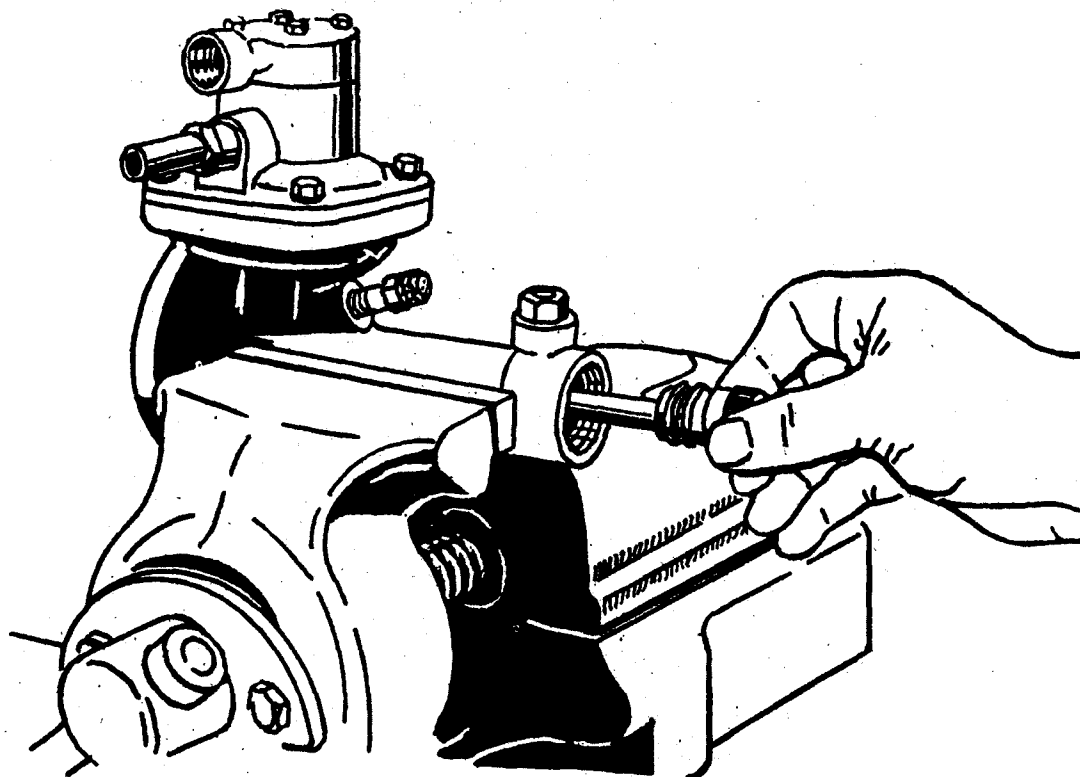
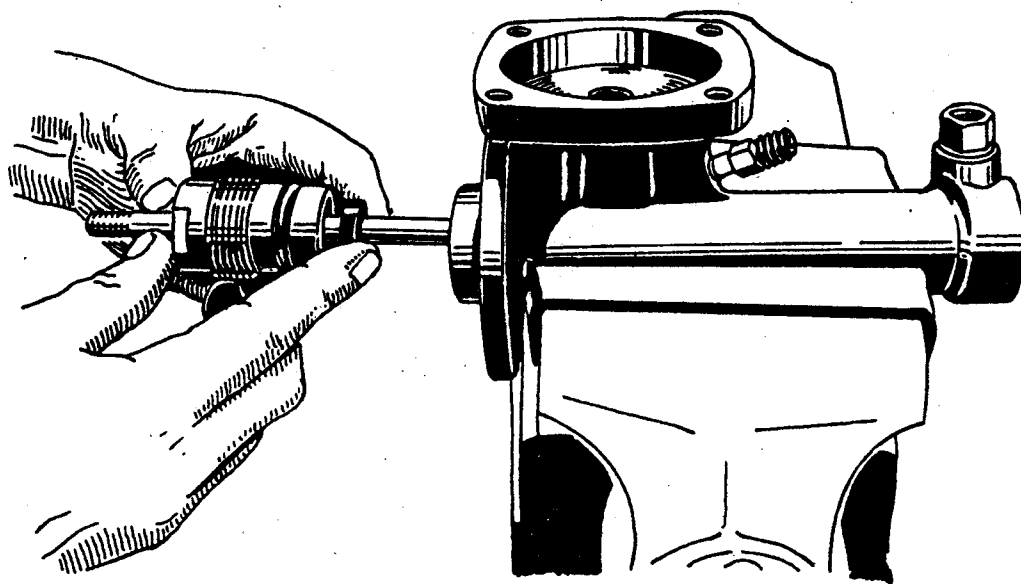
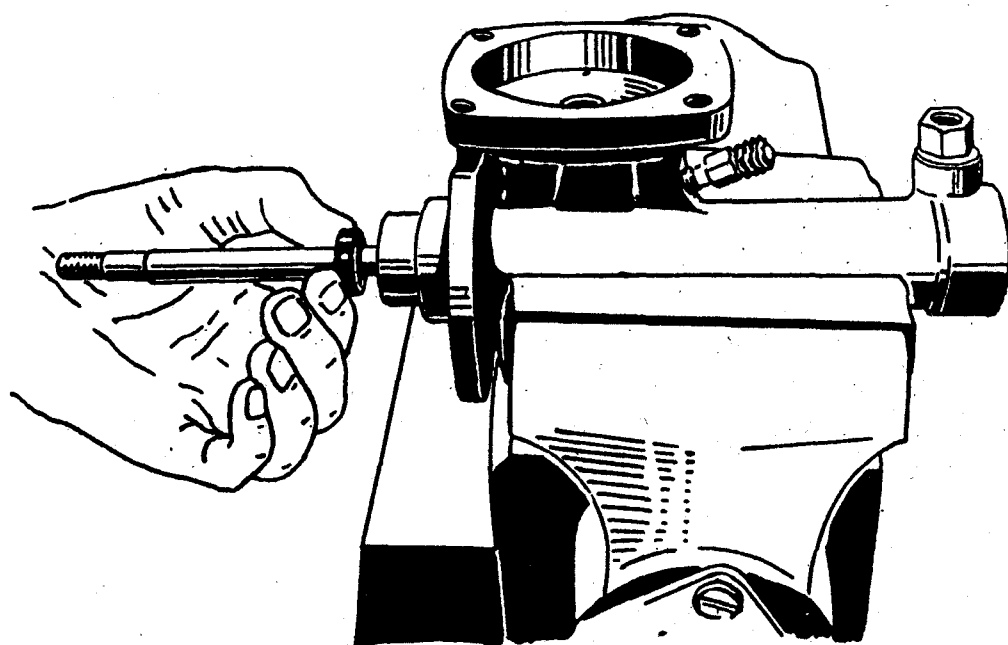

Рис. 94. Извлечение поршня с толкателем
Рис. 98. Установка манжеты в корпус уплотнителей
Рис. 99. Установка вторичной манжеты в корпус уплотнителей
- вынуть поршень с толкателем из цилиндра в сторону, как показано на рис. 94. Расшплинтовать поршень, снять манжету, вынуть из поршня пружину, шариковый клапан;
Собирают гидровакуумный усилитель в порядке, обратном разборке. При сборке поршень с толкателем (штоком) установить в цилиндр усилителя так, как изображено на рис. 94. Не продвигать поршень в цилиндр усилителя более 100 мм от края цилиндра, чтобы не повредить манжету поршня. Установку манжет в корпус уплотнителей производить как показано на рис. 98 и рис. 99. При сборке переднего корпуса камеры с цилиндром обеспечить совмещение отверстий в корпусе, прокладке и цилиндре. При сборке заднего корпуса совместить на корпусах метки, сделанные при разборке.